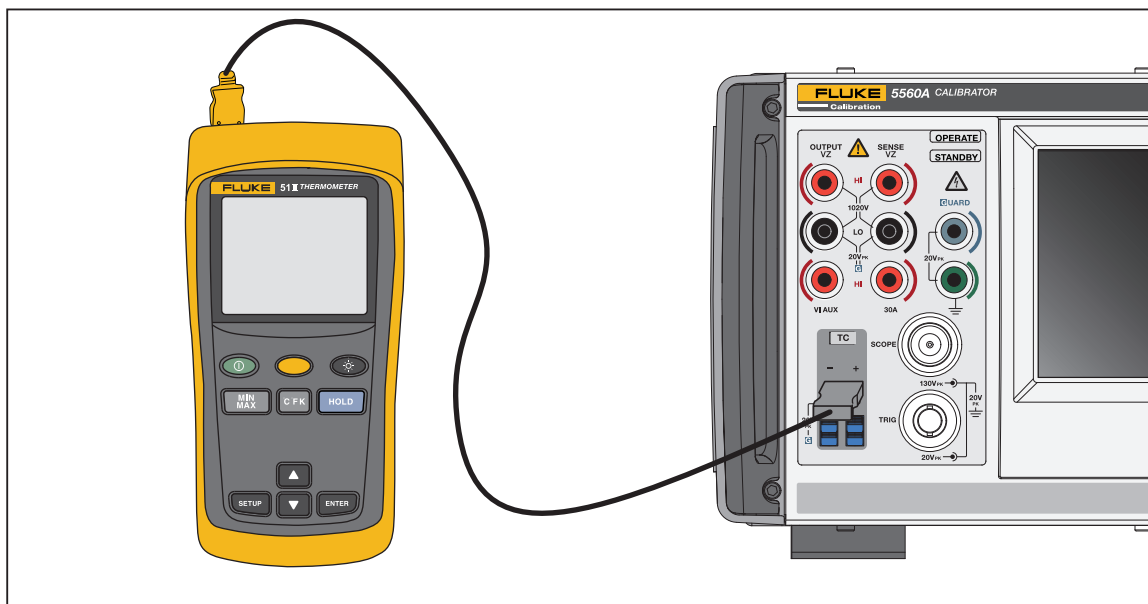

Рисунок 14. Кабельные соединения для проверки термометра серии 50
1. Подключите термометр Fluke 51 к Калибратору, используя соответствующий соединительный кабель (Рисунок 14). Материал соединительного кабеля и миниразъема должен соответствовать типу термопары. Например, если тестируется термопара типа K, то кабель и миниразъем должны подходить для термопары типа K.
На Рисунок 14 соединительная проводка должна соответствовать типу термопары (например, K, J).